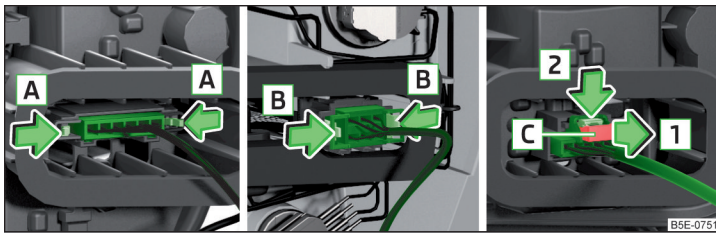

Fig. 363 Variantes de retiro de conectores
El tipo de conector varía según el modelo de vehículo » fig. 363.
- En conectores con lengüeta de aseguramiento extensible, asegurarlo contra el sentido de la flecha **1** » fig. 363.